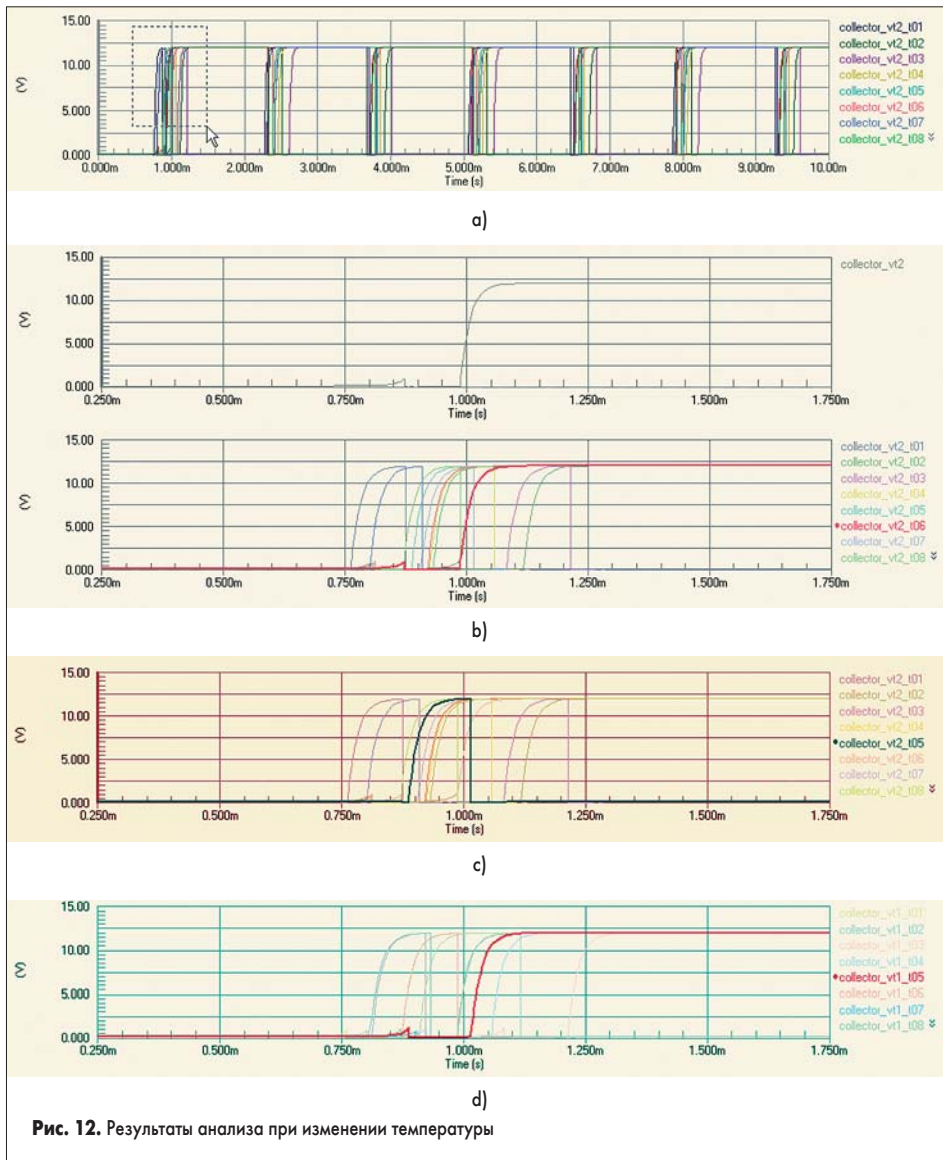

Рис. 12. Результаты анализа при изменении температуры
13. С помощью мыши выделим участок графика, как показано на рис. 12, а. Масштаб отображения по шкале времени изменится.
Выделенный нами из набора сигнал в точности совпадает с сигналом, представленным на верхней диаграмме для фиксированной температуры (рис. 12, b).
туре 19 градусов, будет сильно отличаться от сигнала collector_vt2_t6 (рис. 12, c). В чем ошибка? На самом деле, никакой ошибки нет, а полученный эффект — это всего лишь результат одной из особенностей численного моделирования, которую надо знать и учитывать.
При моделировании же мы используем идеальные одинаковые компоненты, взятые из одинаковых библиотек и имеющих абсолютно одинаковые параметры. Схема при этом является абсолютно симметричной, а начальная фаза колебаний является случайной и определяется цифровым шумом, возникающим вследствие представления чисел в формате с плавающей точкой. Таким образом, сигнал collector_vt2_t5 был получен в ходе многократного запуска программы моделирования при других случайных начальных условиях и оказался инвертированным по фазе, что подтверждает вид сигнала collector_vt1_t5 (рис. 12, d).